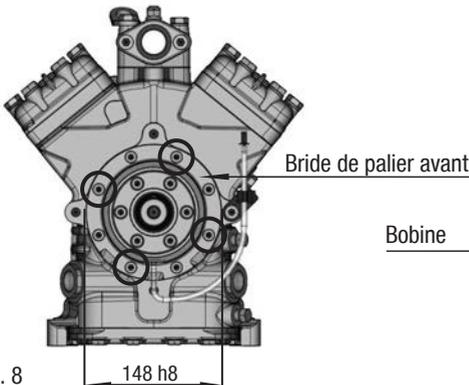

Fig. 8
- Pour recevoir la bobine de l'embrayage électromagnétique, la bride de palier avant possède un ajustement fin  $\varnothing 148 \text{ h8}$  (voir fig. 8).
- Pour monter la bobine, desserrer 4 vis cylindriques M8 de la bride de palier (voir fig. 8).